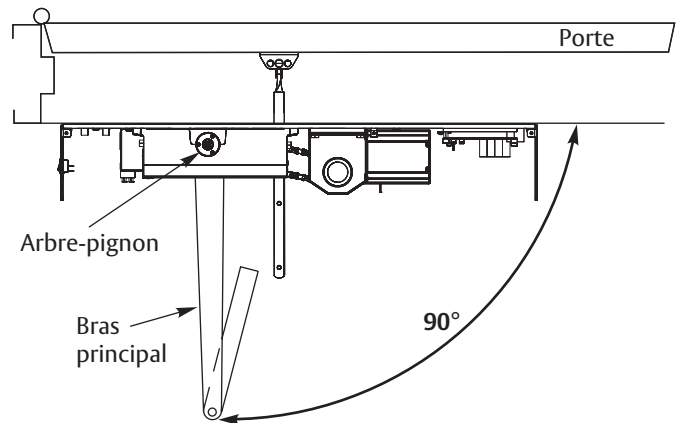

Figure 7 Vue du plafond vers le bas
1. Insérer le bras principal sur l'arbre-pignon du module à un angle de 90° par rapport au cadre. (Figure 7)